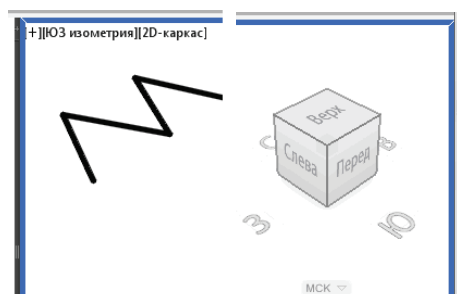

Рис. 25. Стандартные виды:
2. Метка [Верхняя] называется Управление видами и дает возможность выбора одного из стандартных видов (рис. 25, а) или Лента → Вид → Виды → **ЮЗ изометрия** (рис. 25, б).